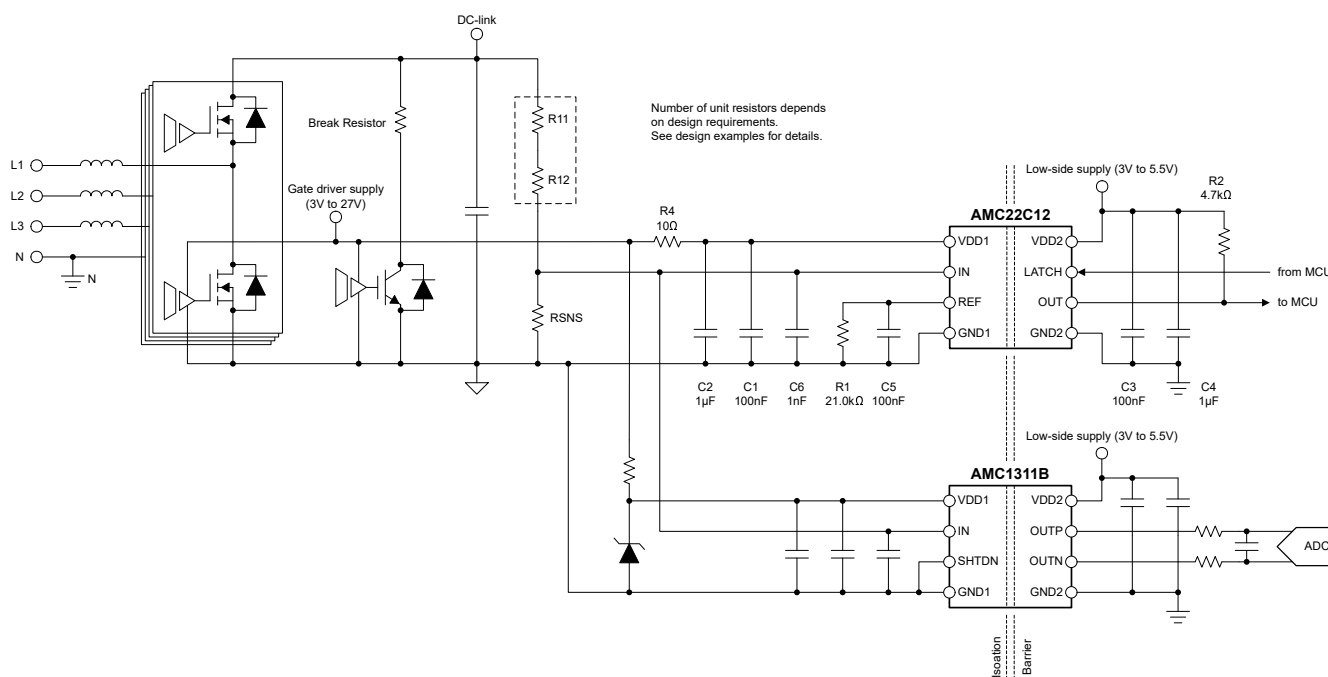

图 7-2. 使用 AMC22C12 进行过压检测
**图 7-2** 展示了有源整流器级，其中直流链路电压由 **AMC1311B** 隔离式放大器检测。**AMC22C12** 并联到 **AMC1311B** 并监视 **RSNS** 上的电压是否存在过压情况。连接到 **AMC22C12** 的 **REF** 引脚的 **R1** 电阻器设置了过压关断阈值。**AMC22C12** 的开漏 **OUT** 引脚连接到 **MCU** 的 **GPIO** 或中断引脚，只要输入电压 ( $V_{IN}$ ) 超过基准电压 ( $V_{REF}$ )，就会主动拉至低电平。
表 7-3 列出了图 7-2 中应用示例的参数。